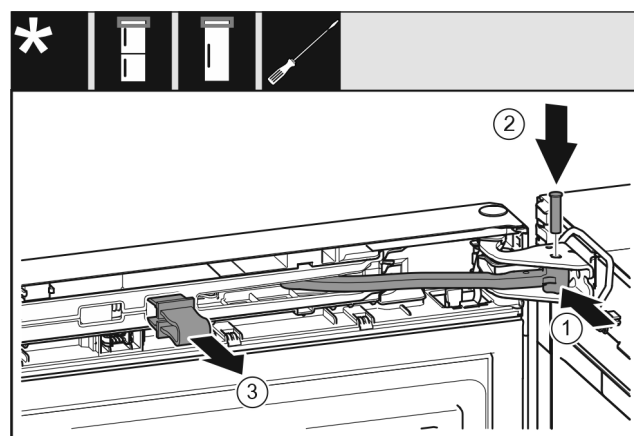

Fig. 56
- ▶ Tourner la jointure Fig. 56 (1) dans le support de palier.
- ▶ Insérer l'axe Fig. 56 (2) dans le support de palier et la jointure. Veiller à ce que l'ergot soit bien en place dans la rainure.
- ▶ Retirer la fixation Fig. 56 (3).